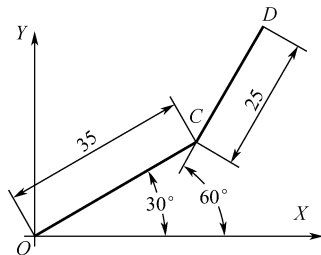

图 2-7 极坐标
③ 绝对极坐标:使用“长度<角度”的方式表示输入点的位置。长度是指该点与坐标原点之间的距离;角度是指该点与坐标原点的连线与 $X$ 轴正方向之间的夹角,逆时针方向为正,顺时针方向为负。如图2-7所示,点 $C$ 的绝对极坐标为“35<30”。
④ 相对极坐标:用相对于上一已知点之间的距离和与上一已知点的连线与 $X$ 轴正方向之间的夹角来确定输入点的位置,表达方式为“@长度<角度”。如图2-7所示,点 $D$ 相对于点 $C$ 的相对极坐标为“@25<60”,点 $C$ 相对于点 $D$ 的相对极坐标为“@25<240”。